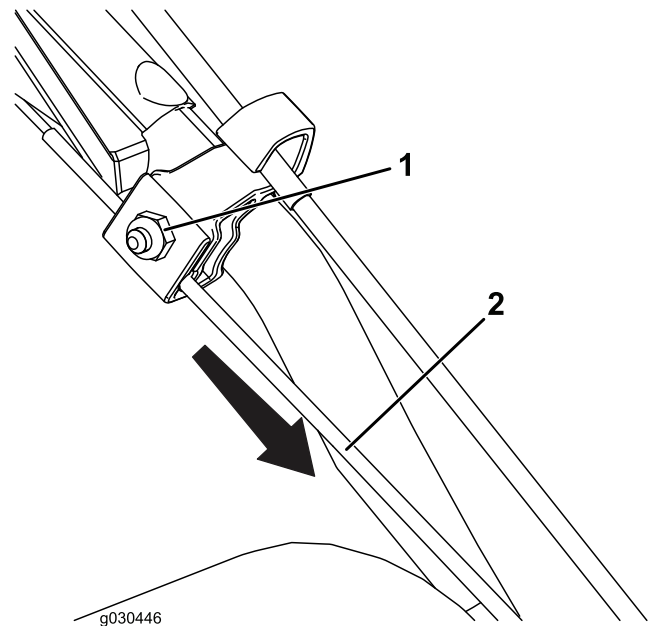

Bild 23
1. Lockern Sie die Mutter an der oberen Kabelklemme, ohne sie zu entfernen (Bild 23).
2. Ziehen Sie das Drahtseil nach unten, damit es nicht durchhängt (Bild 23).
3. Ziehen Sie die Mutter fest (Bild 23).